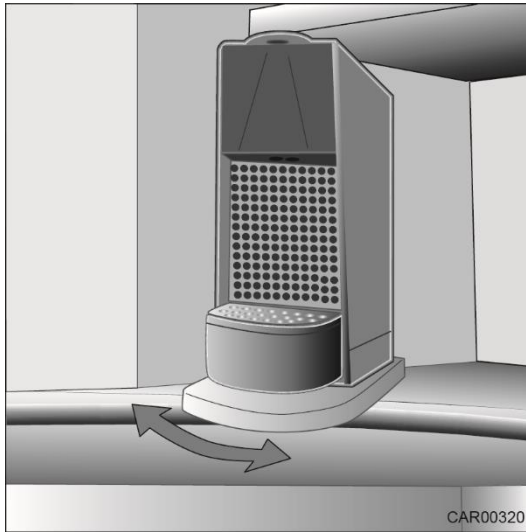

Fig. 146 Variante 1
2. Pivoter la cafetière à capsules (Fig. 146/1) avec le socle pivotant vers l'avant. Veiller à ce qu'il n'y ait pas d'objets dans le rayon d'action.